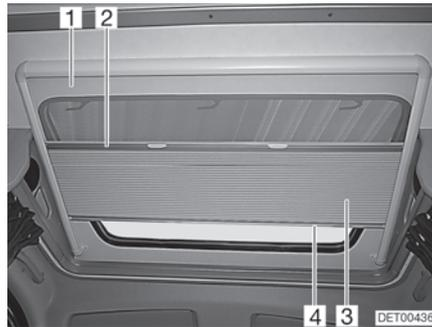

Fig. 48 Tragaluz
Estor plegable El estor plegable (Fig. 48,3) está unido fijamente con la protección contra insectos (Fig. 48,1).
- Coger el estor plegable por el centro de la tablilla final (Fig. 48,4) y tirar con cuidado hacia abajo.
- Regresar el estor plegable lentamente a su posición por la tablilla final (Fig. 48,4).
- Detener el centro de la tablilla final (Fig. 48,2) de la protección contra insectos y tirar con cuidado completamente hacia abajo.
- Regresar la protección contra insectos lentamente a su posición por la tablilla final del estor plegable (Fig. 48,4).